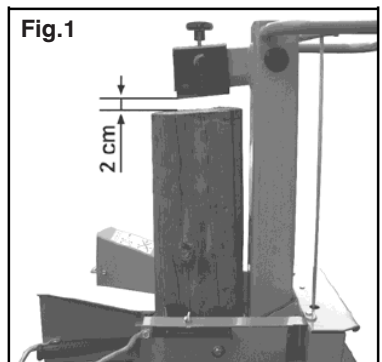

Fig.1
1. Ponha o tronco na mesa e empurre as alavancas para baixo até a cunha ficar a 2 cm do tronco. (Fig.1).